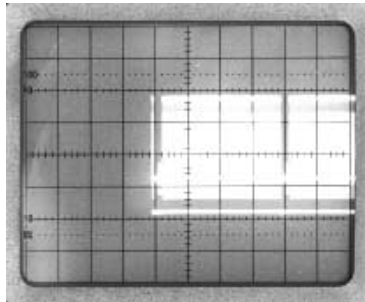

Bild 2
Dabei wird der Strahlstart noch nicht verzögert, sondern die Verzögerungszeit durch das Abschalten des Elektronenstrahls sichtbar gemacht; d.h. die sichtbare Strahllänge wird verkürzt. Befindet sich der **DEL. POS.**-Knopf am Linksanschlag (**x1**), wird der Strahl auf dem ersten Zentimeter am linken Rand dunkel. Dieser Bereich vergrößert sich auf ca. 6cm, wenn der **DEL. POS.**-Einsteller **ganz nach rechts** gedreht wird. Die Verzögerungszeit ist so einzustellen, daß die Strahllinie möglichst kurz vor dem zu vergrößernden Zeitabschnitt beginnt. Ist die Verzögerungszeit (maximal 6cm x Ablenkoeffizient) nicht ausreichend, um bis zu dem zu vergrößernden Signalteil zu gelangen, kann der Ablenkoeffizient vergrößert werden. Mit anliegendem Signal wird dabei sichtbar, daß daraus ein größerer Ablenkoeffizient resultiert; d.h. die Ablengeschwindigkeit wird verringert. Die Verzögerungseinstellung erfolgt relativ, d.h. bezogen auf den Ablenkoeffizienten (*siehe Bild 2*)
Bild 2 zeigt, daß die Verzögerungszeit auch meßbar ist. Sie ist identisch mit der eingestellten Verschiebung des Strahlansfangs. Man ermittelt sie durch Multiplikation der horizontalen Verschiebung in cm mit dem auf der **TIME/DIV.**-Skala eingestellten Zeitkoeffizienten.
*Beispiel: Der in Bild 2 in der **SEARCH**-Einstellung gewählte Wert beträgt 5ms/cm. Im **DEL**-Betrieb mit ebenfalls 5ms/cm erfolgt deshalb eine verzögerte aber ungedehnte 1:1 Darstellung. Eine weitere Erhöhung des Ablenkoeffizienten auf z.B. 10ms/cm wäre sinnlos und wird daher automatisch verhindert.*